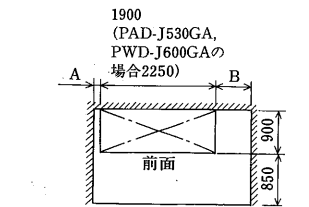

図1<1台設置の場合>
- PAD・PWD形の設置は、床強度500kg/m2以上の強固な床面を選定してください。また、保守サービスが容易にできるように、図1, 2, 3に示したサービススペースを必ず確保してください。